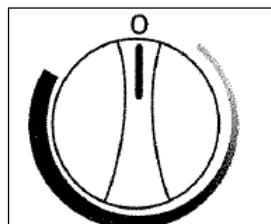

Fig. 2
- Pour arrêter le center de breuvages (arrêt du refroidissement), tournez le bouton de commande de la temp. à la position «0» (OFF) (**voir la Fig. 2**).
- Tournez la commande en position «OFF» (0) pour couper temporairement le cycle de refroidissement. Lorsque le center de breuvages n'est pas utilisé pendant une longue période, débranchez la prise de courant et laissez la porte partiellement ouverte. Régler la commande à la position "OFF" pour arrêter temporairement le cycle de refroidissement. Si le center de breuvages ne doit pas être en marche pendant quelques temps, débrancher la prise et laisser la porte entre- ouverte.